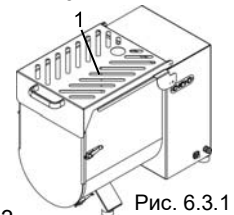

Рис. 6.3.1
- Підняти верхню решітку «1» Рис. 6.3.1